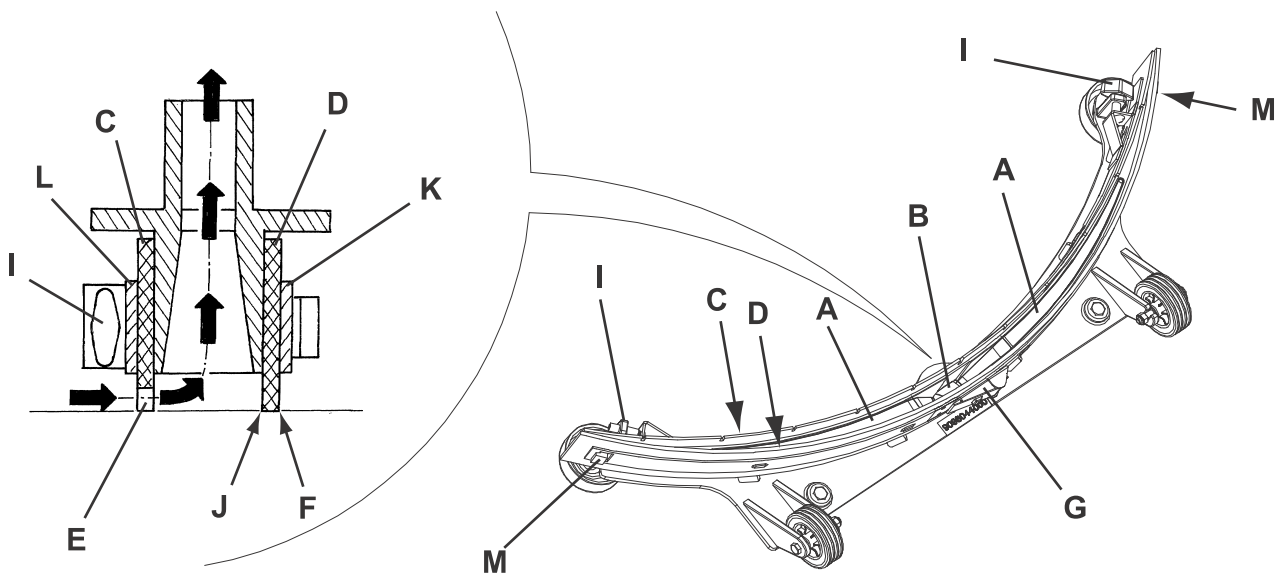

Abbildung 5
3. Sauglippe (25) mit dem Hebel (10) absenken.
4. Sterngriffe (26) lösen und Sauglippe (25) abnehmen.
5. Ansaugrohr (15) von der Sauglippe abnehmen.
6. Die Sauglippe (Abb. 5) waschen und reinigen. Insbesondere die Förderöffnungen (A, Abb. 5) und die Ansaugöffnung (B) von Schmutz und Abfällen befreien. Überprüfen, ob der vordere (C) und der hintere Gummi (D) unversehrt sind und keine Schnitte oder Risse aufweisen, gegebenenfalls austauschen (siehe nachstehender Absatz).
1. Die Sauglippe (Abb. 5) reinigen, und dabei wie angegeben im vorhergehenden Abschnitt vorgehen.
2. Überprüfen, ob die Fugenkante (E, Abb. 5) des vorderen (C) und die Fugenkante (F) des hinteren Gummis (D) gleichzeitig in ihrer gesamten Länge auf dem Fußboden aufsitzen. Andernfalls Höhe wie folgt einstellen:
- Zugstange (G) entfernen, Haltevorrichtungen (M) lösen und hinteren Gummi (D) einstellen. Haltevorrichtungen einrasten und Zugstange einbauen.
- Sterngriffe (I) lösen und vorderen Gummi (C) einstellen. Sterngriffe wieder festdrehen.
3. Überprüfen, ob der vordere (C) und der hintere Gummi (D) unversehrt sind und keine Schnitten oder Risse aufweisen, gegebenenfalls wie folgt austauschen. Überprüfen, ob die Vorderkante (J) des hinteren Gummis verschlissen ist. Gegebenenfalls Gummi umdrehen und eine der drei unversehrten Kanten als Vorderkante verwenden. Sind auch die anderen drei Kanten abgenutzt, Gummi wie folgt austauschen:
- Zugstange (G) entfernen, Haltevorrichtungen (M) lösen, Haltestreifen (K) abnehmen und hinteren Gummi (D) umdrehen/austauschen.
- Sterngriffe (I) aufdrehen, Haltestreifen (L) abnehmen und vorderen Gummi (C) austauschen.